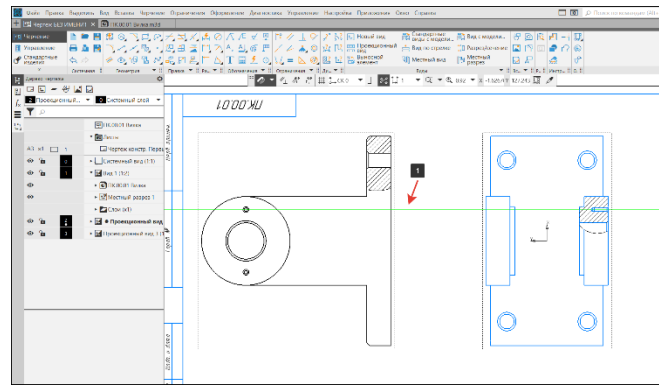

Рисунок 215 – Удаление вспомогательной прямой
- Вспомогательную прямую (1) подсветим левой кнопкой мышки и нажмем кнопку Delete (Рисунок 215).